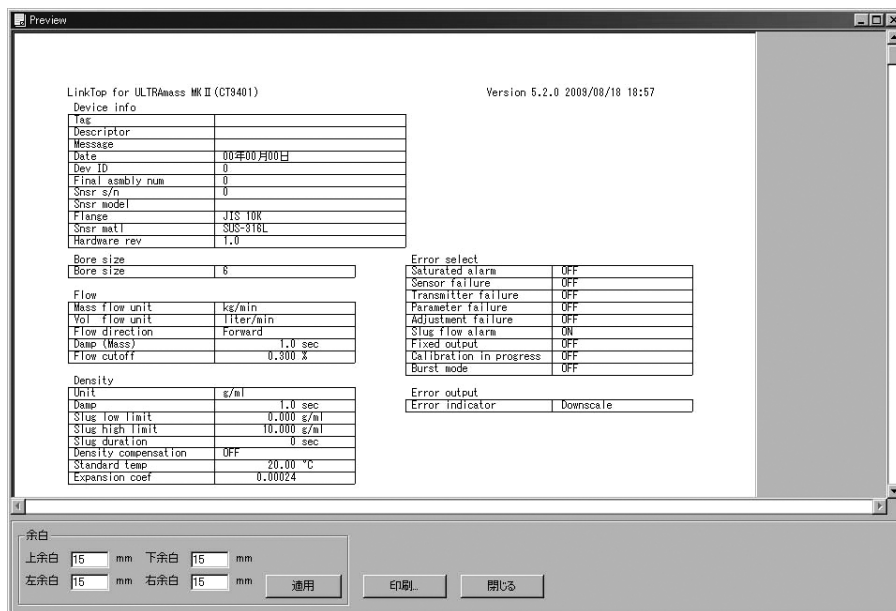

図129
- ① 画面上部メニューの「File(F)」をクリックし、「印刷(P)Ctrl+P」を選び再度クリックします。
- ② 図129のようなメッセージボックスが現れますので、「OK」ボタンをクリックします。この操作で設定パラメータ表を印刷することができます。